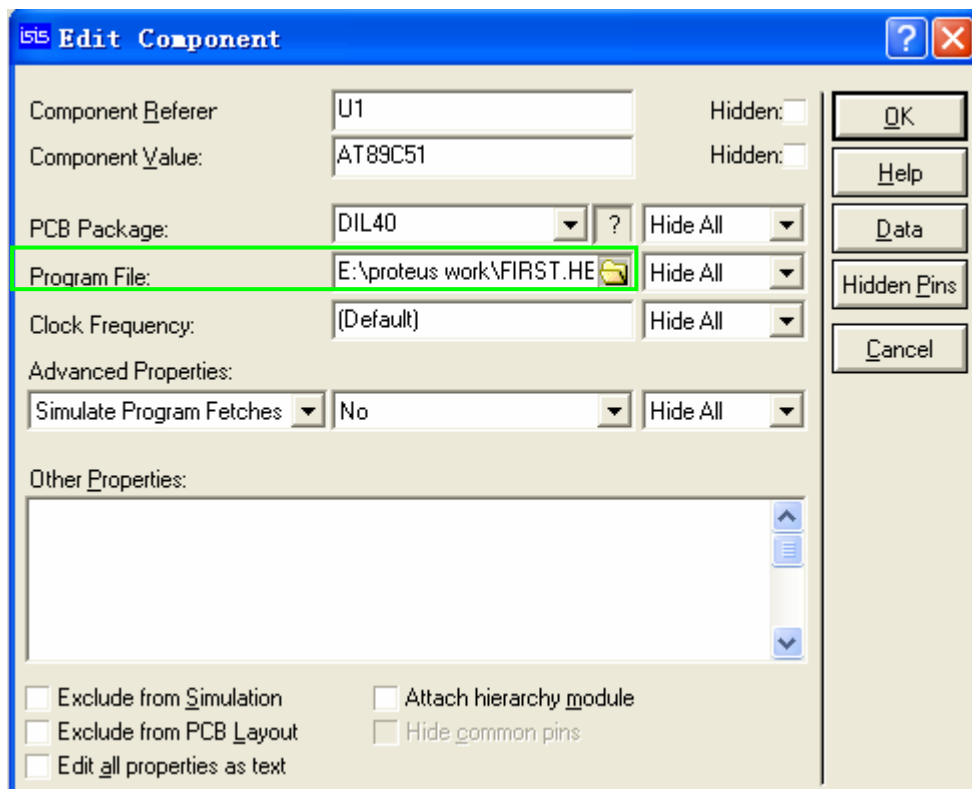

图 2-21
6) Proteus 独立仿真。如果单片机的程序已经编完测试通过，并以生成 hex 文件，就可以在 Proteus ISIS 下独立执行，观看运行效果。方法如下，左键双击单片机 AT89C51，出现该器件的属性窗口，在“Program File”一栏中，输入适用于该系统的 hex 文件。如图 2-21 所示。